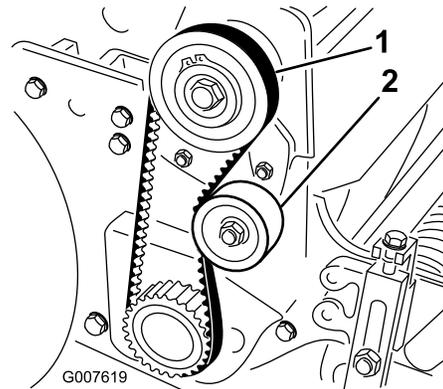

図 42
2. プーリ間の中央部で 図 42、1822 N (1.8 - 2.3 kg) 程度の力でベルトを指で押し張り張りを点検する。ベルトのたわみが 6 mm あれば適正とする。
- A. アイドラプーリ固定ナットをゆるめ、プーリを右に回してベルトの背に押しつけて、適当な張りを出す 図 42。